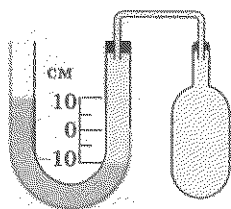

Рис. 1
1. У рідинному манометрі міститься підфарбована вода (рис. 1). Ліве коліно манометра відкрите в атмосферу. На скільки відрізняється тиск у посудині від атмосферного?